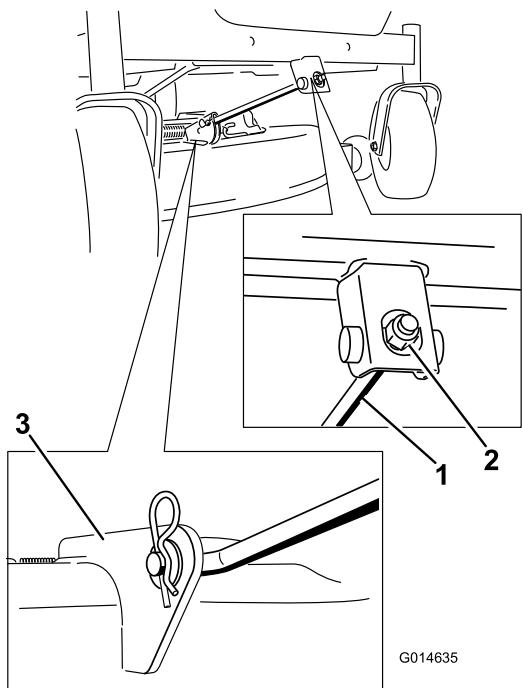

Figura 54
4. Retire el pasador de horquilla de la varilla de soporte delantera y retire la varilla del soporte de la carcasa (Figura 54). Baje cuidadosamente la parte delantera de la carcasa de corte al suelo.
- Conecte la varilla de soporte delantera a la carcasa de corte con el pasador y la chaveta (Figura 54).